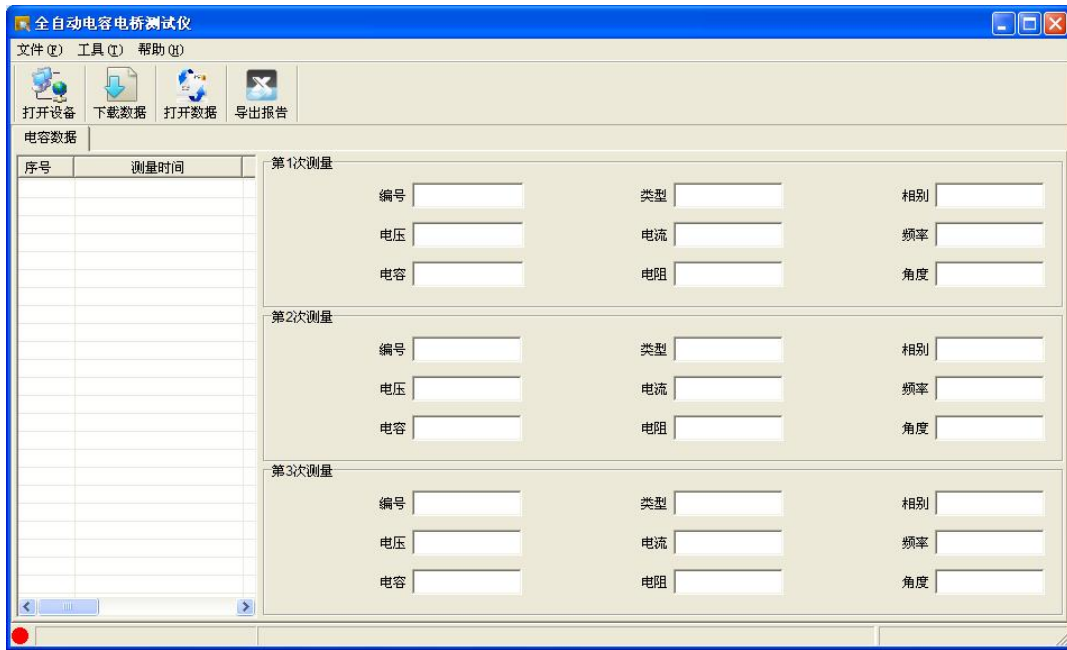
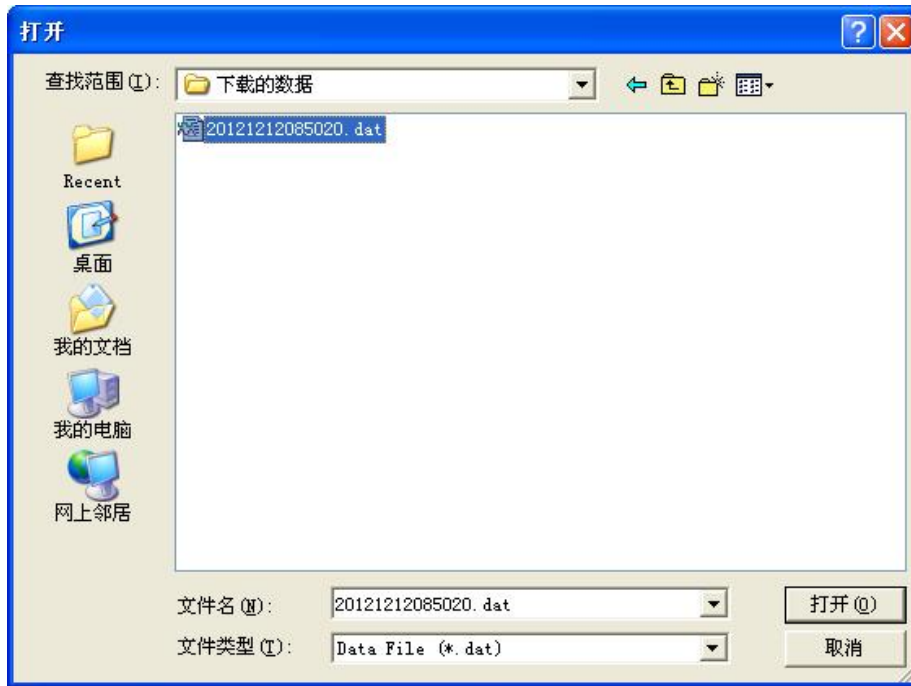

图 4.4 软件界面
图 4.11 打开数据
1. 通信连接线连接好后，打开仪器电源，待仪器进入图 3.1 所示主界面后，点击“数据通信”，然后运行“全自动电容电桥测试仪.exe”，如图 4.4 所示。
4. 打开数据: 在图 4.4 中，也可以通过点击“打开数据”按钮，查看已保存在 PC 机中的历史数据，如图 4.11 所示。